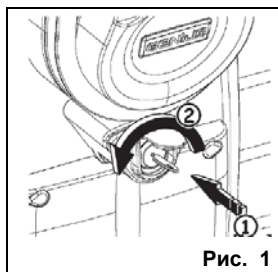

Рис. 1
1. Вставив ключ для доступа к механизму отпирания, повернуть стрелу до упора против часовой стрелки в положение "STOP" (Останов). Рис. 1